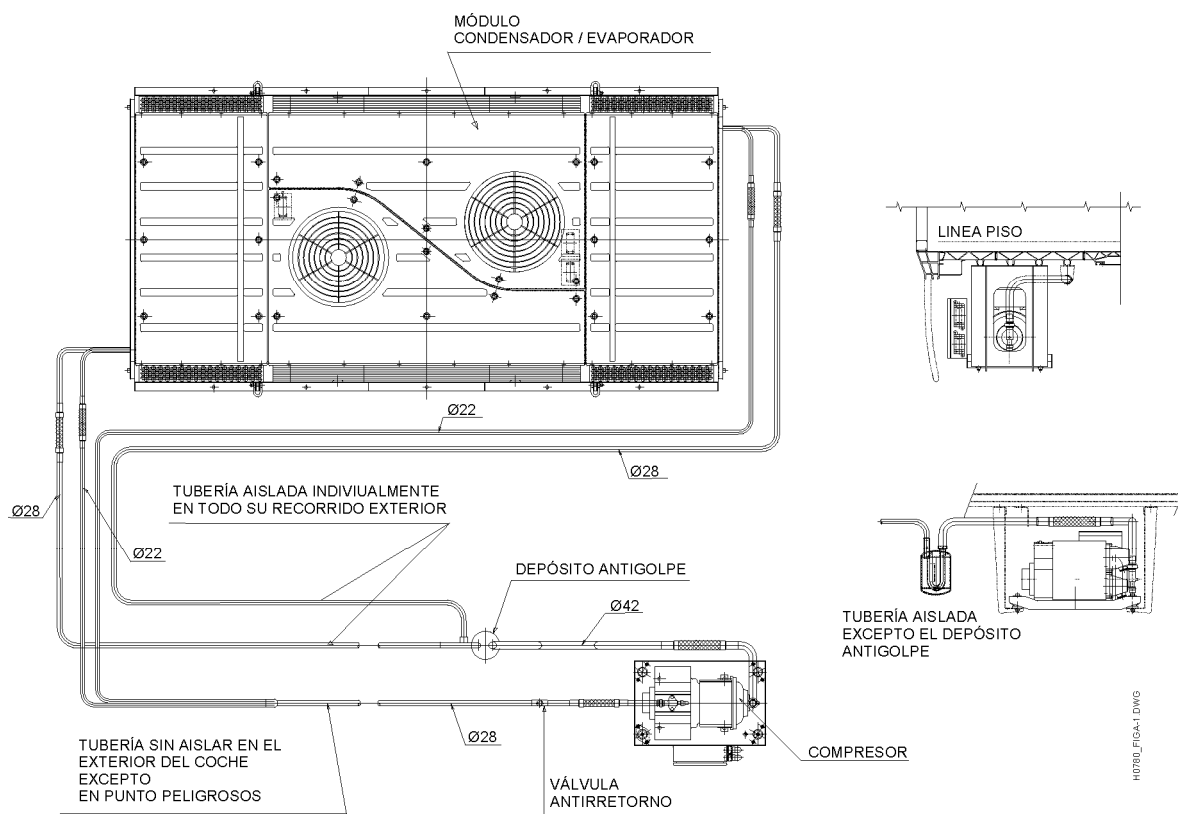

Figura A-1. Interconexión del módulo condensador/evaporador con el motocompresor
- Un equipo disperso por coche, formado por un modulo condensador/evaporador, (Figura A-1; 1, Figura A-29 y 1, Figura A-30) instalado sobre el techo de la zona central del coche.